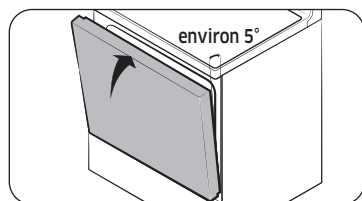

Fig. 1
- Fermez la porte jusqu'à la position de retrait de la porte, c'est-à-dire à environ 5 degrés de la position verticale (Fig. 1).